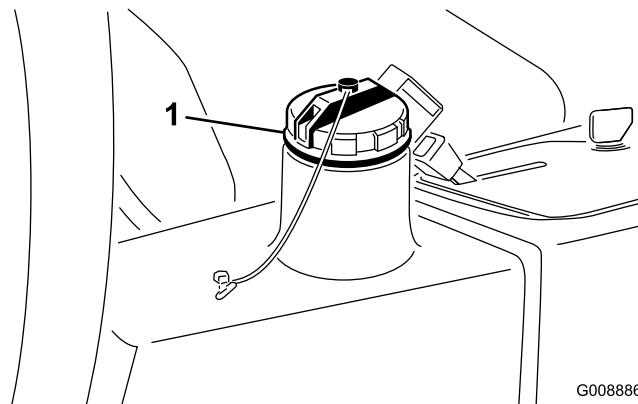

Figura 37
2. Limpe a zona em redor do tubo de enchimento e da tampa do depósito hidráulico (Figura 37) e retire a tampa.